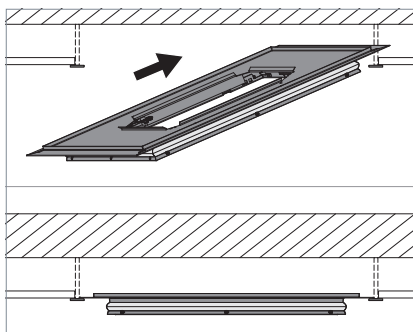

Fig. 1: Inserire il telaio dell'apparecchio d'illuminazione in una griglia di soffitto.
- ▶ Posizionare il telaio dell'apparecchio d'illuminazione in una griglia di soffitto, vedi Fig. 1.